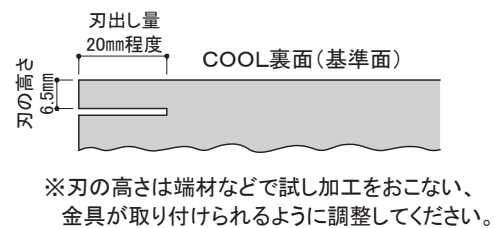

図2 スリット加工図
- ジョイントカッターに、ニチハ外用カッターFX100Aをセットし、刃出し量20mm、COOLの裏面から6.5mmの位置に調整し、墨出した位置にスリット加工を施してください。(図2参照)